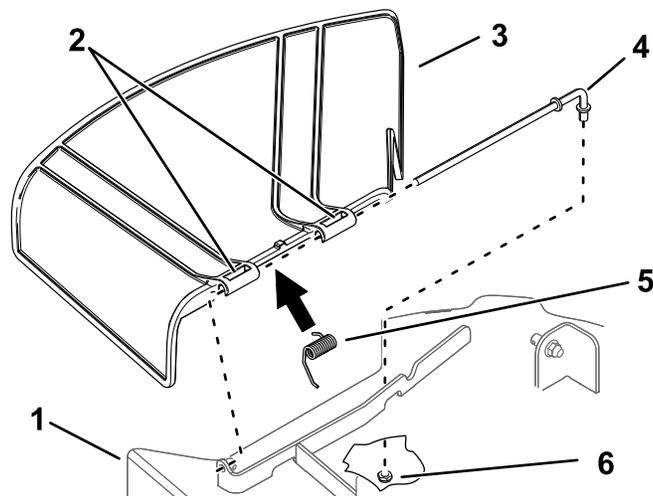

Figura 65
1. Retire la tuerca ($\frac{3}{8}$ " de la varilla (debajo del cortacésped) (Figura 65).
2. Retire la varilla del espaciador corto, del muelle y del deflector de hierba (Figura 65).
4. Instale el deflector de hierba nuevo (Figura 65).
7. Deslice la varilla por el segundo soporte del deflector de hierba (Figura 65).
- Sujete el extremo trasero de la varilla al cortacésped con una tuerca ($\frac{3}{8}$ "), según se muestra en Figura 65.